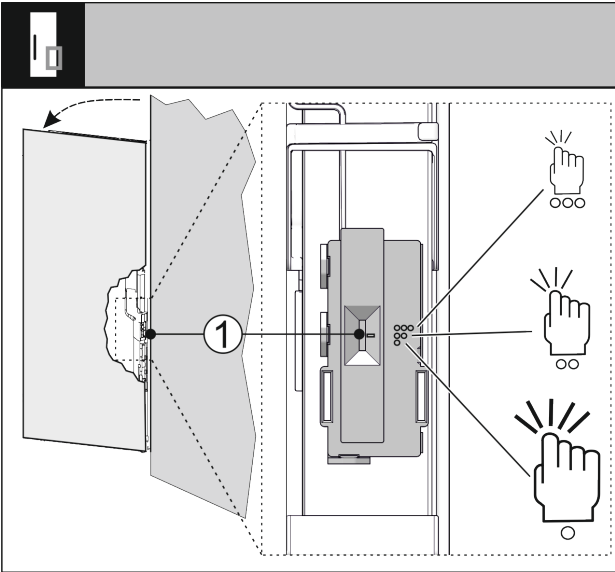

Fig. 71
Puede ajustar la sensibilidad del sensor de golpes mediante un interruptor Fig. 71 (1). El interruptor está en el lado de las bisagras, en el tercio inferior de la puerta.
► Deslice el interruptor Fig. 71 (1) hasta la posición deseada.